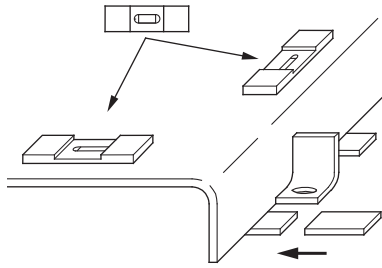

Fig. 7: Grundplatte nivellieren und ausrichten
- Grundplatte auflegen und diese in beiden Richtungen mit zusätzlichen Ausgleichsscheiben nivellieren (siehe Fig. 7).
- Das komplette Aggregat beim Aufstellen auf das Fundament mit Hilfe der Wasserwaage (an Welle/Druckstutzen) ausrichten (siehe Fig. 7). Die Grundplatte sollte sich pro Meter bis auf eine Toleranz von 0,5 mm in der Waagerechten befinden.